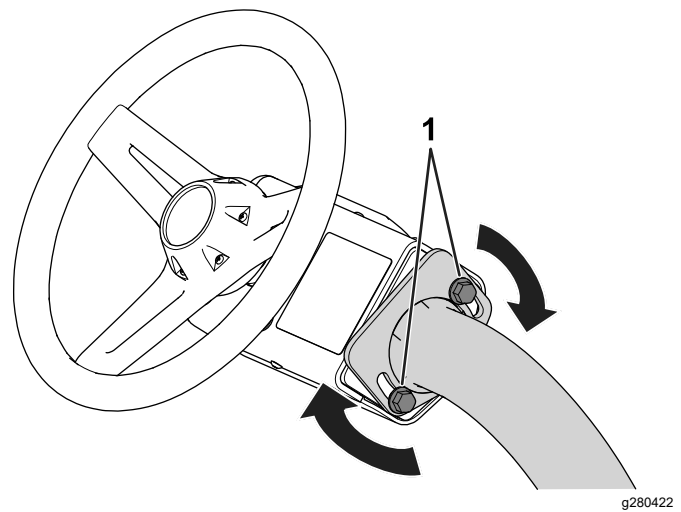

Figura 34
1. Desaperte os parafusos (Figura 34) que prendem o conjunto do volante ao braço da direção.
3. Aperte os parafusos (Figura 34) para prender o conjunto do volante na posição ajustada.